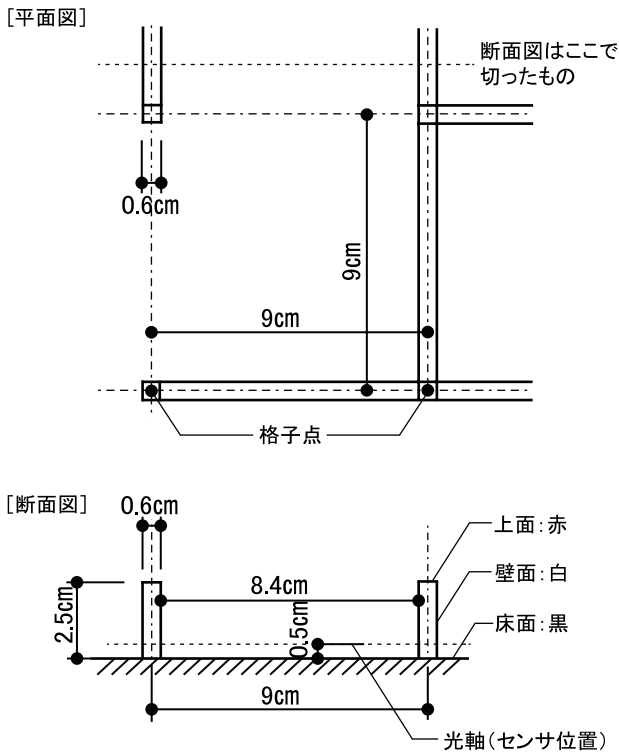
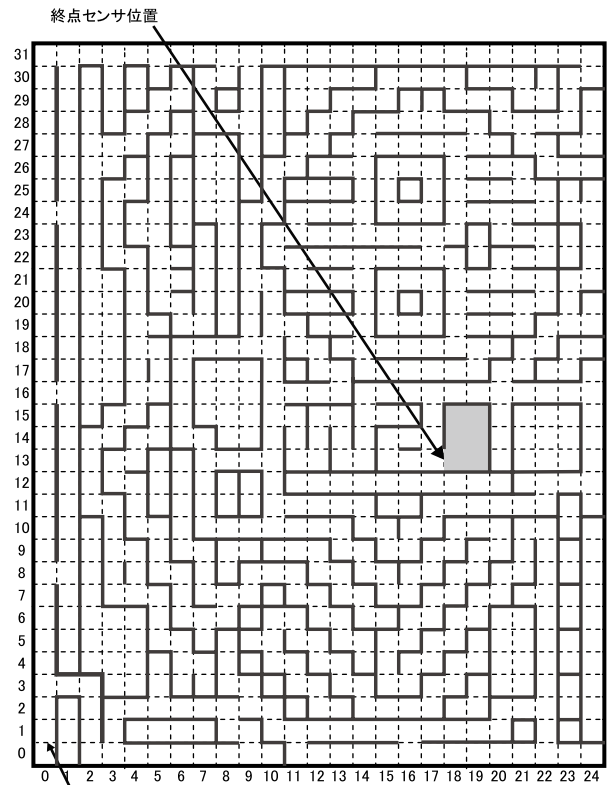

図1 迷路の構造
図2 センサ位置と終点領域入口の座標(例)
- 2-2** 迷路は9cm×9cmの単位区画から構成されるが、全体の大きさについては最大32×32区画とする。区画の壁の高さは2.5cm、厚さは0.6cmとする。（図1参照）
- 2-3** 迷路の始点は、四隅のいずれかにあり、時計回りに出発する。終点の位置や終点領域の大きさについて競技会ごとに定める。なお終点の位置は終点領域入り口の座標で表現する。（表現方法は図2参照）
- 2-4** 各単位区画の四隅にある0.6cm×0.6cmの小正方形部分を格子点と呼ぶ。終点領域内を除いたすべての格子点には少なくとも1つの壁が接している（図1参照）。また、迷路全体の外周の壁は全て存在する（図1、図2参照）。
光軸は水平であり、床面より0.5cmの高さにある（図1参照）。
・終点のセンサ 終点の入口部分（図2参照）